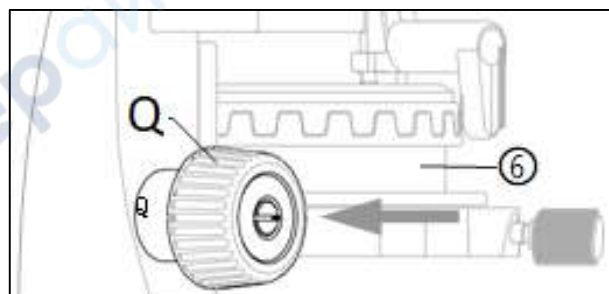
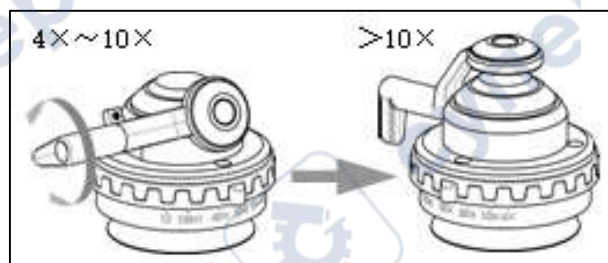

Рис. 22
Рис. 24
(Рис. 22) Регулируя расстояние между конденсором (6) и образцом поворотом подъёмной ручки (Q), настраивается уровень равномерности освещения для достижения наилучшей яркости.
(Рис. 24) По сравнению с конденсатором Abbe, использование откидного конденсатора позволяет привести диафрагму объектива в соответствие с диафрагмой системы освещения. Для объективов с 4-кратным или 10-кратным фокусным расстоянием верхний конденсор должен быть смещён в сторону от светового пути. Для объектива с высокой мощностью следует отрегулировать положение верхнего конденсора на световом пути.
2) Поворачивая верхний конденсор по направлению света (рис. 24) и регулируя высоту конденсора (**Q**), можно получить чёткое изображение диафрагмы при наблюдении в окуляр (рис. 22).